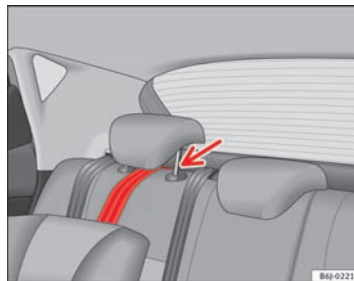

Fig. 28 Fastgørelsesrem: korrekt indstilling og korrekt montering
- Før Top Tether-fastgørelsesremmen under hovedstøtten på bagsædet ⇒ Fig. 28 (om nødvendigt skal hovedstøtten indstilles opad).